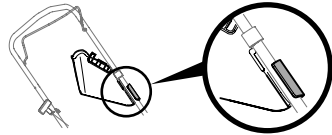

Figure 15
**NOTE :** Certains déflecteurs d'éjection latérale sont dotés d'une attache qui permet de les retenir au guidon. Si tel est le cas, le déflecteur d'éjection peut être fixé au guidon même lorsqu'il n'est pas utilisé. Voir Figure 15.